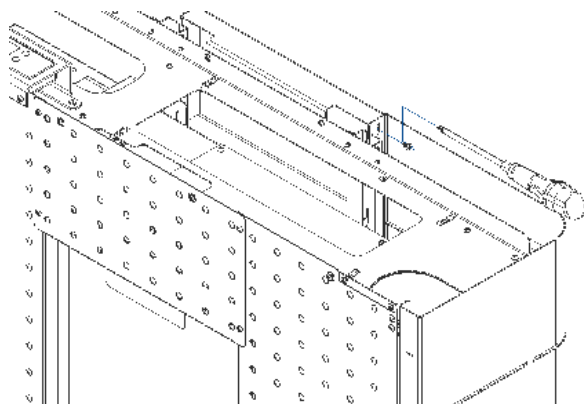

Figura 35 - Fijación de los carenados laterales
e) Atornille los laterales al frontal según se muestra en la Figura 35 (utilice 2 tornillos A)